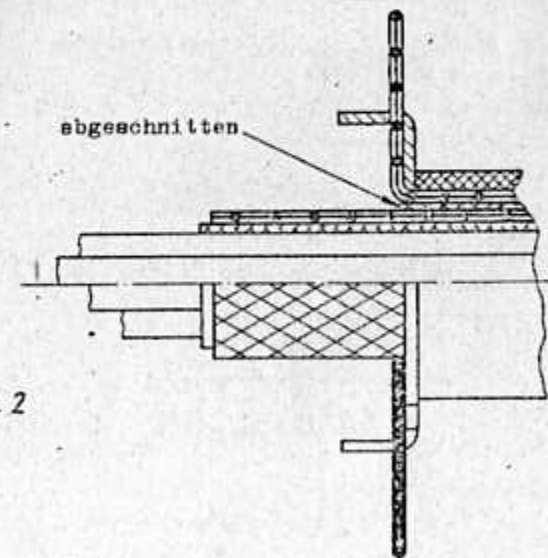

Abb. 2
- 1.2. Das unter dem Mantel liegende Schirmgeflecht ist zu entflechten und gleichmäßig auf die Kontaktplatte zu legen (Abb. 2).